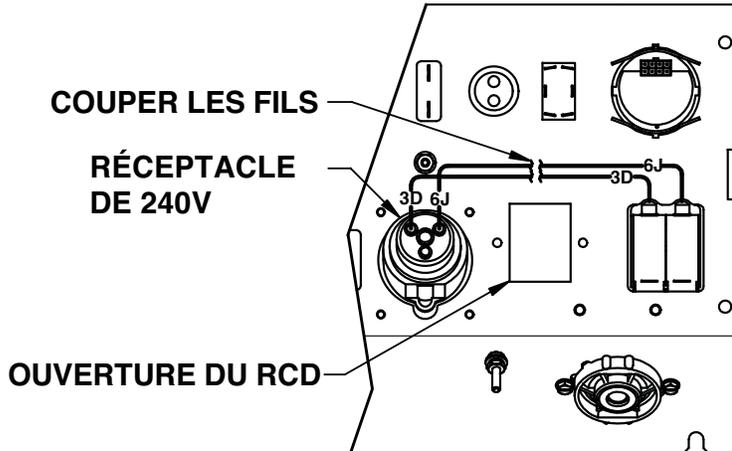

FIGURE 2
4. REPÉRER LES FILS 3D ET 6J. (VOIR LA FIGURE 2). COUPER LES DEUX FILS TEL QU'ILLUSTRÉ.